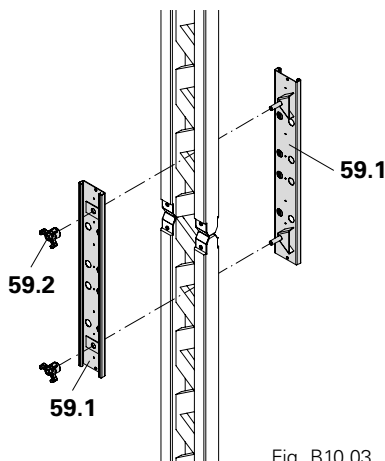

Fig. B10.03
3. Collegare entrambe le parti del connettore 24-2 e serrarle con i dadi a tre alette. (Fig. B10.03)